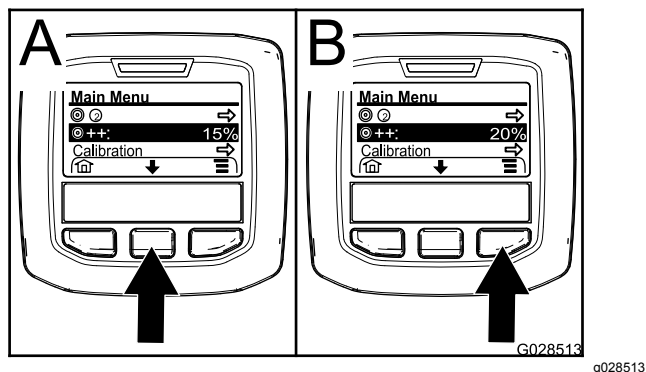

図 68
2. 必要に応じ、中央ボタンを押して散布率ブーストを表示させる 図 68。
注 散布率ブーストを示すアイコンは、的ターゲットを示す記号の右隣に表示される2つの記号です 図 68。
3. 右ボタン 図 68を押すと、散布レートが5ずつ大きくなります 最大20まで。